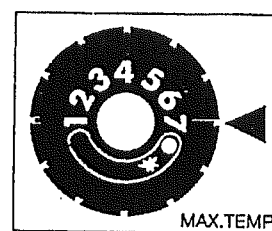

Fig. 3
- Tryck ned tändratten helt tills visaren står på det gröna fältet, som då indikerar att pilotlågan är tänd, fig. 3.
- Ställ in önskad drifttemperatur (min 30° C, max 85° C), fig. 3.